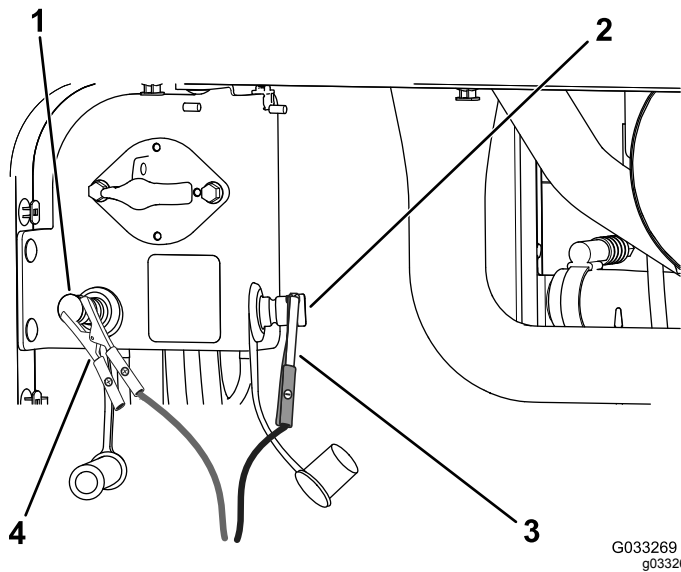

図 108
4. バッテリーチャージャのプラス端子をプラスのジャンプ端子に接続する 図 108。
5. バッテリーチャージャのマイナス端子をマイナスのジャンプ端子に接続する 図 108。
7. 充電が終わったら、充電器のプラグをコンセントから抜いてから、充電用のリード線をジャンプ端子から外す 図 108。